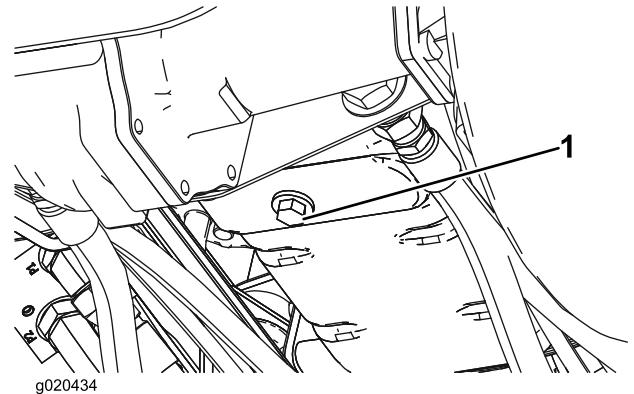

Figure 29
1. Retirez le bouchon de vidange (Figure 29) et laissez couler l'huile dans un bac de vidange. Remettez le bouchon quand la vidange est terminée.